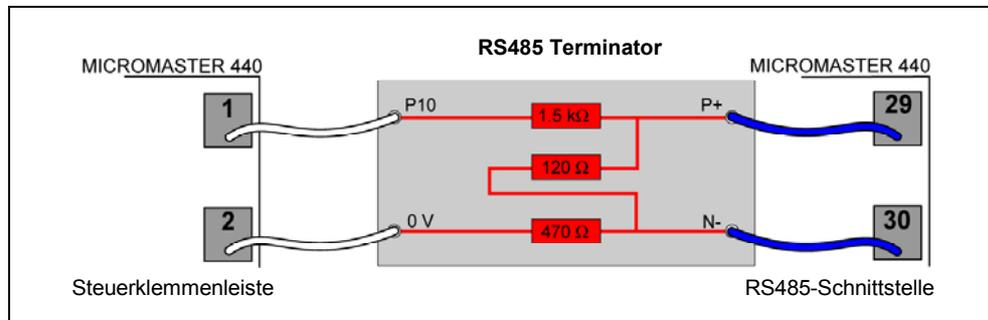
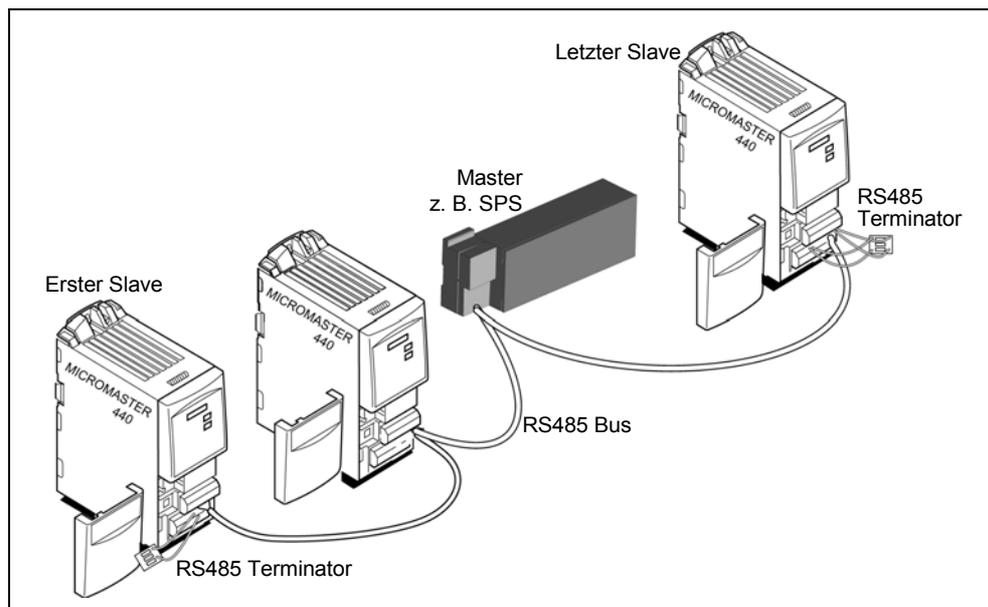

Bild 3-34 RS485 Terminator
Bild 3-35 USS-Bus-Aufbau
2. an beiden Bus-Enden einen Abschlusswiderstand zwischen P+ und N- (siehe Bild 3-34)
Ist der Umrichter der letzte Slave auf dem Bus (siehe Bild 3-35), so ist dort P+ und N- des beiliegenden RS485 Terminators mit den RS485-Klemmen (siehe Bild 3-34) zu verbinden. P10 und 0 V können zur Stromversorgung mit Klemme 1 und 2 verbunden werden.
Ist der Umrichter der erste Slave (siehe Bild 3-35), so braucht man dort nur den Bus mit P+ und N- zu terminieren.